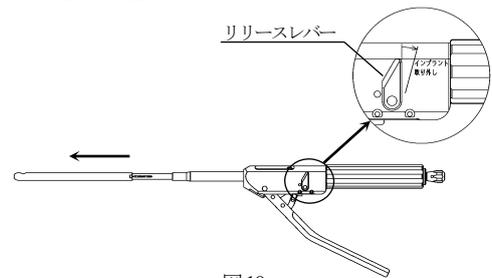

図18
- 5) 抜去器のリリースレバーを「インプラント取り外し」の方向へ倒して抜去器からインナーロッドを取り外し、インプラントからインナーロッドを取り外します。(図18)